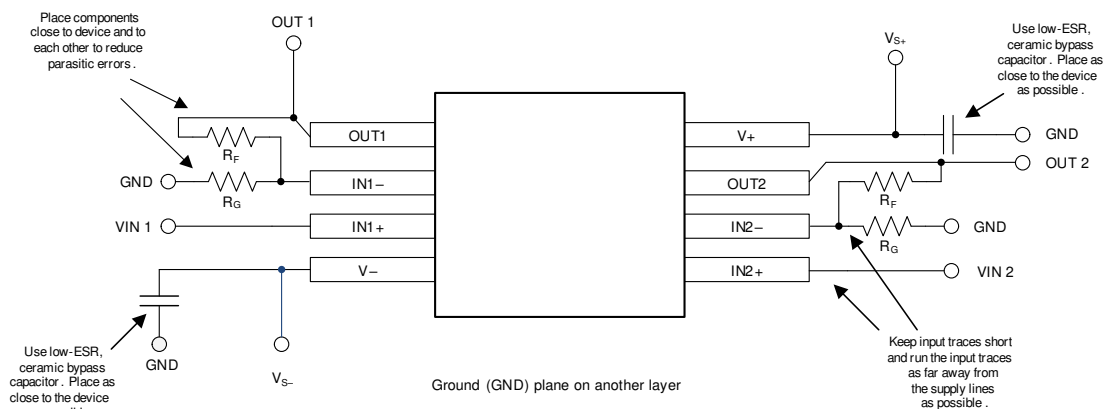

図 7-12. レイアウト例
- 外付け部品は、可能な限りデバイスに近く配置します (図 7-12 を参照)。 R_F と R_G を反転入力に近付けて配置すると、寄生容量を最小化できます。